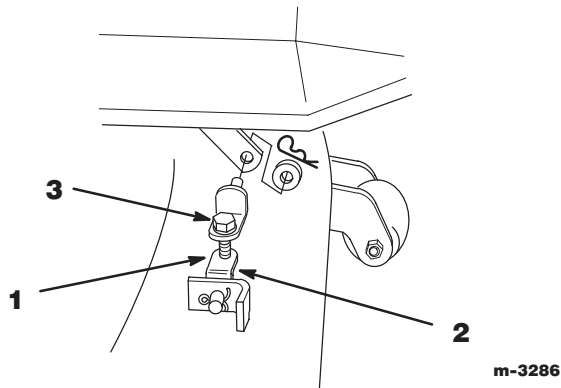

Abbildung 16
6. Zur Einstellung des Schnittemesserniveaus in Längsrichtung die Gegenmuttern an den vorderen Justiergelenken lösen (Abb. 16).
7. Die Schraube an den vorderen Justiergelenken drehen, um das Schnittemesserniveau in Längsrichtung zu verändern (Abb. 16).